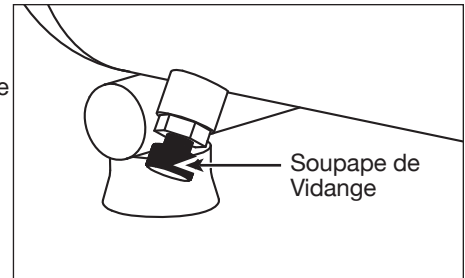

Figure 4
2. Avec le compresseur hors circuit et la pression dissipée, purger l'humidité du réservoir en ouvrant le robinet de purge sous le réservoir (Voir Figure 4). La pression dans le réservoir devrait être sous les 69 kPa avant d'ouvrir la vanne de drainage.